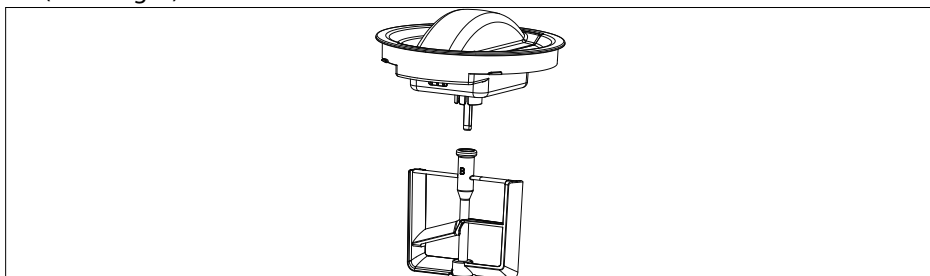

Fig. 6
- ▶ Monte el accesorio de batir en el eje de accionamiento del bloque del motor (véase fig. 6).